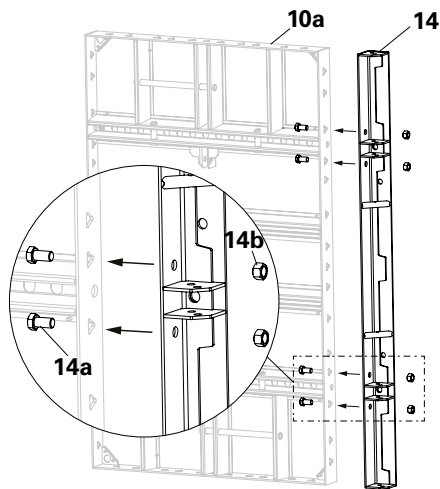

Fig. A4.15
1. Installare l'angolo esterno HSA (14) sul telaio (10a) usando quattro bulloni M16x30 (14a) e quattro dadi M16 (14b). (Fig. A4.15)